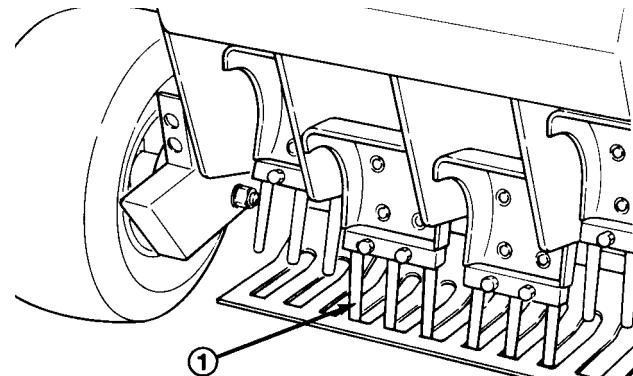

Fig. 10
5. Serrare i dadi di montaggio con coppia 488–535 kg/m² (Fig. 10).